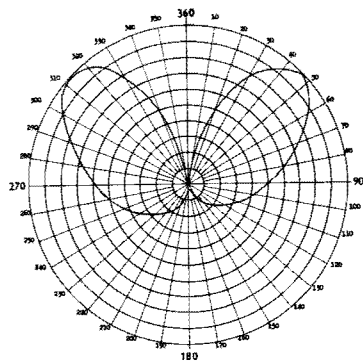

Bild 8. Pejldiagram vid 110 Mp/s
- Bild 8. Pejldiagram vid 110 Mp/s